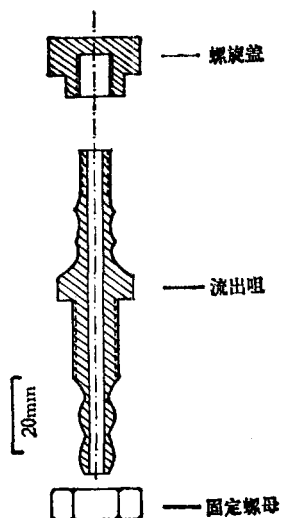
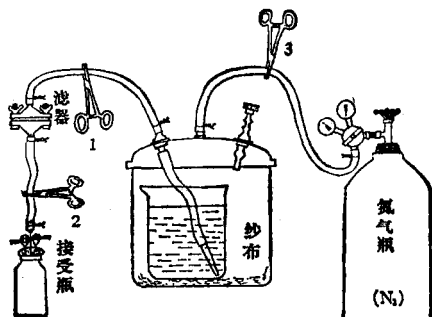

图1 流出咀
图2 除菌加压过滤装置示意图
一、压力锅的改装 加工两个不锈钢流出咀(图1), 一个供排气用, 一个供滤液流出用。在锅盖上打孔, 用剪成的橡胶垫圈安在孔上, 将流出咀拧紧在锅盖上。全套装置如图2所示。除滤器下端用一小段乳胶管以外, 其余都用普通橡皮管连接。
1. 装置 按图2联接橡胶管。压力锅外的管道接头处都用漆包线或铁丝拧住, 以免漏气或漏液。已灭菌的滤器在临用前最好将其螺丝再次拧紧。但拧时切勿使针头污染。此时管道中不夹任何止血钳。